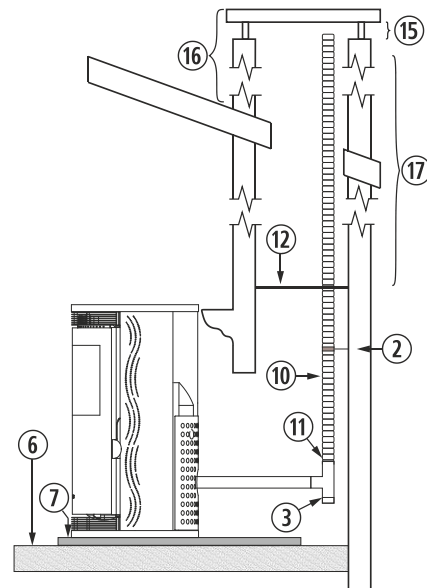

Figura 16
**4.30.** La instalación de un encastrable en una chimenea de obra se puede realizar en toda su totalidad en tubo flexible, tal y como indica la figura 16. Debemos tener especial cuidado a la hora de realizar el aislamiento entre la chimenea y el tubo de la salida de gases para evitar posibles retrocesos de gases en caso de tormenta.
②	Abrazadera de sujeción de acero inoxidable.
③	Te de 90° con registro.
⑥	Suelo de madera.
⑦	Protector del suelo no combustible.
⑩	Tubo flexible de acero inoxidable.
⑪	Manguito unión rígido a flexible.
⑫	Aislante anti retroceso.
⑮	Mínimo 200mm.
⑯	Debe sobrepasar 1 metro el tejado.
⑰	Mayor a 8m aumentaremos una medida.